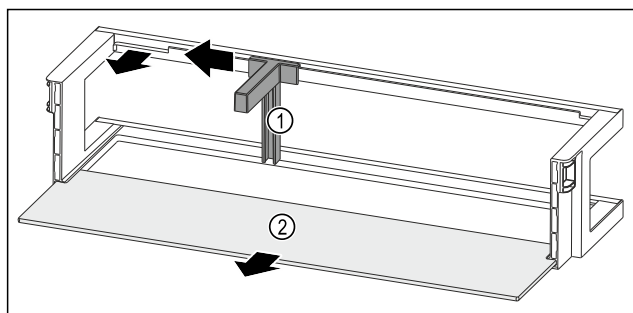

Fig. 138 Дверная полка с держателем для бутылок и съемной полкой
- Сместите держатель для бутылок Fig. 138 (1) до выемки в сторону.
- Извлеките держатель для бутылок Fig. 138 (1).
- Извлеките съемную полку Fig. 138 (2).